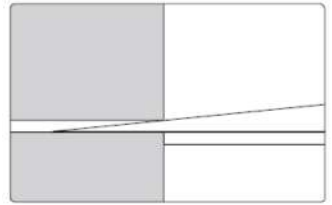

рис. 5
- Вставьте измерительный клин в зазор измеряемой детали, убедитесь, что измерительная поверхность и поверхность заготовки полностью совпали (рис. 5).